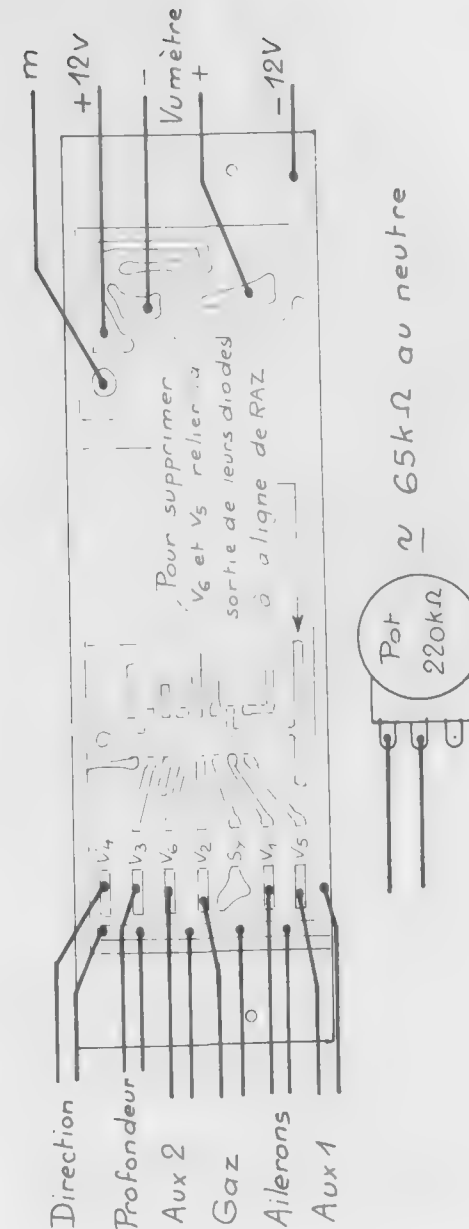

Fig. VIII-30. — Liaisons codeur intégré.
Si le codeur semble donner satisfaction, supprimer la connexion ajoutée ci-dessus. Relier, côté cuivre Reset (15) à la sortie convenable. Relier tous les potentiomètres et... enfin, souder ou enficher le 4017, avec les précautions d'usage en C.M.O.S. (Voir fig. VIII-30, pour les liaisons aux Potentiomètres).